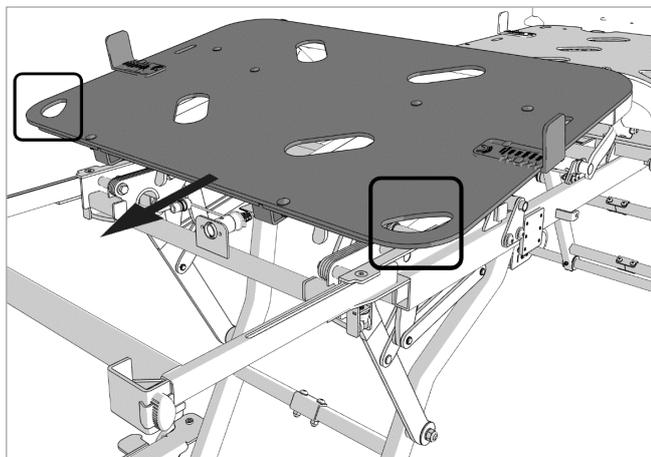
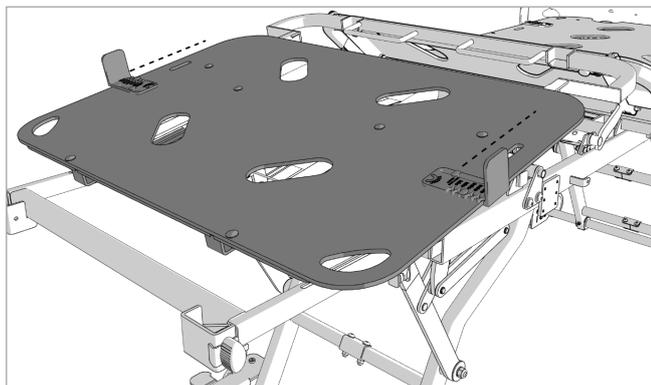

Figure 11.11
Figure 11.12
5. Tenez la plate-forme du matelas du repose-jambes par les poignées (comme indiqué ci-dessous) et tirez-la jusqu'à l'extension souhaitée, comme indiqué dans le schéma suivant Figure 11.11 et Figure 11.12.